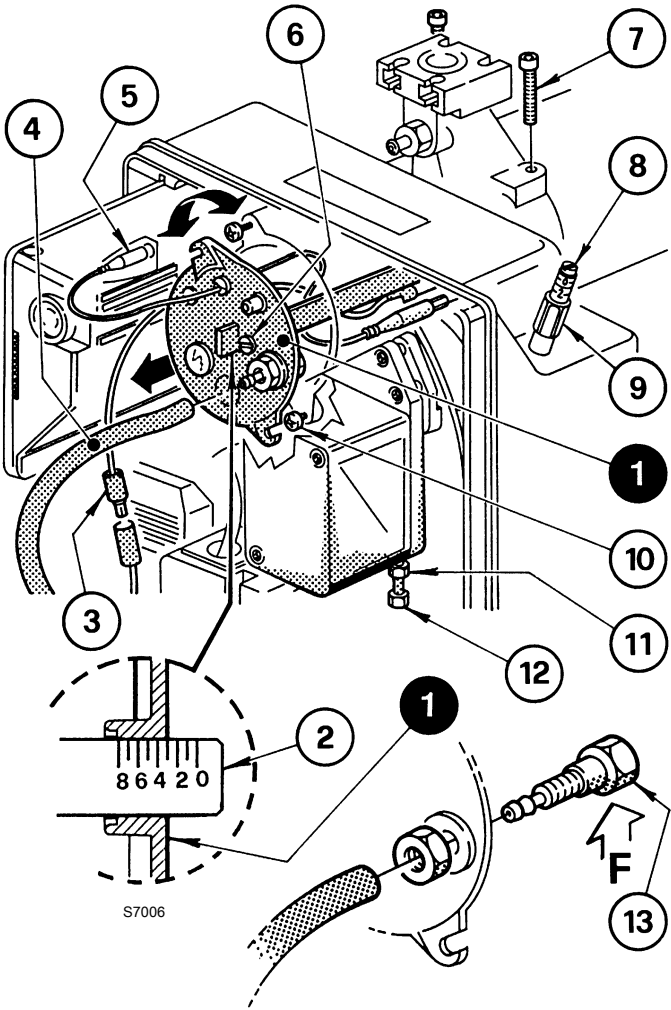

图 12
通过顺时针或反时针转动调节螺丝 6) (图 12) 进行调整，直到调节杆 2) 上的刻痕与与燃烧头总成 1) 的外表面对齐。
在 图 12 中，燃烧头调节杆设定在刻痕 3。
- 分断连接 3) 和 5) (图 12) ；
- 拆卸管 4) 并拧松螺钉 10) (图 12) ；
- 拧松并取下螺钉 7) ，略向右转动拆下燃烧头座总成 1) (图 12)。
拆卸时注意不要改变在弯头 - 支架 2) (图 12) 上的设定位置。
以相反次序重复上述程序将燃烧头总成 1) (图 12) 装回到原来位置。
拧紧螺钉 7) (图 12) ，但不完全锁紧。以拧紧力矩 3 - 4 牛米锁紧。
如果压力测试点 13) (图 12) 意外松动，建议加以正确固定，确保燃烧头总成 1) (图 12) 上的孔 (F) 朝下。